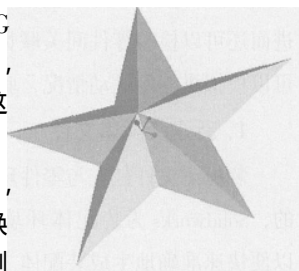

图 1
(2) 下面将通过做一个常见的五角星为例说明此方法的运用,绘制后最终结果如图 1 所示:
①依次点选:特征/创建/加材料/混合/实体/完成/平行/规则截面/草绘平面/完成/光滑/完成。
④完成退出草绘,输入 3,回车,结果生成如图 1 所示的五角星。